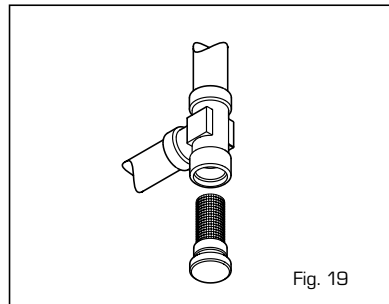

Fig. 19
4.4.1 Limpieza del filtro circuito de calefacción (fig. 19)
- Obturación del filtro de agua primario debido a impurezas (fig. 19); realice la limpieza.